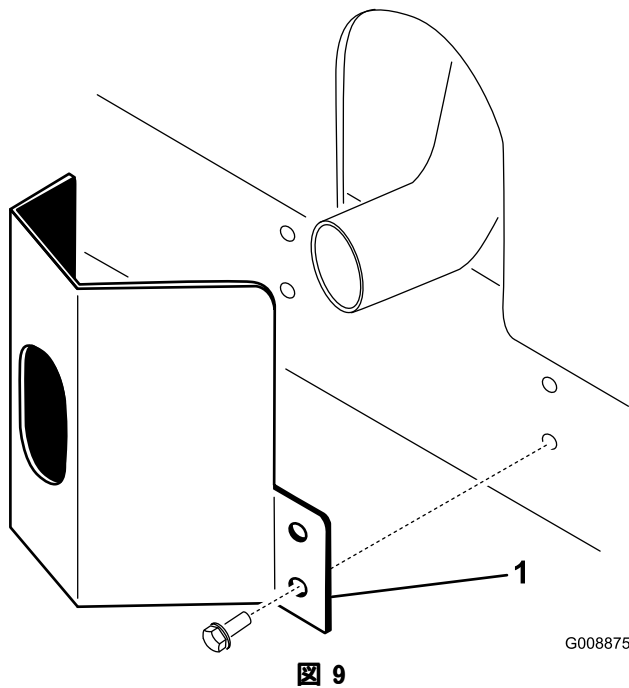

図 9
1. フレームについている取り付け穴に合わせてマフラー部にガードを取り付ける (図 9)。
2. タップ・ネジ 4 本で固定する (図 9)。